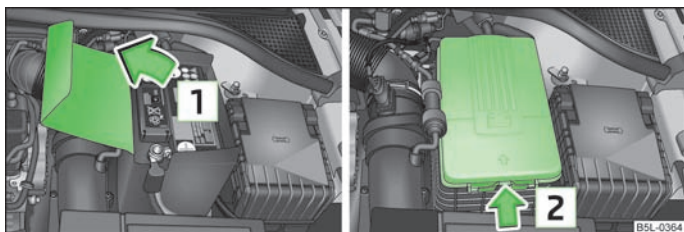

Fig. 148 Vano motor: Cubierta de poliéster de la batería del vehículo/cubierta de plástico de la batería del vehículo
La batería se encuentra en el vano motor en una cubierta de poliéster » fig. 148 o una cubierta de plástico » fig. 148.
- Abrir la cubierta de la batería en la dirección de la flecha o presionar el enclavamiento en el lado de la cubierta de la batería en la dirección de la flecha » fig. 148, levantar la cubierta y retirarla.
El borde de la cubierta de poliéster de la batería » fig. 148 se introduce entre la batería y el mamparo de la cubierta al realizar trabajos en la batería.